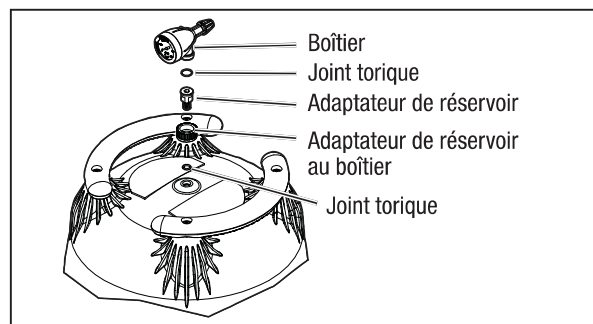

Figure 4. Ensemble manomètre/purgeur d'air
- a. Placer le joint torique plus petit et plus épais sur le filetage de l'adaptateur du réservoir, voir la Figure 4. Faire glisser l'adaptateur du réservoir à travers l'écrou d'accouplement, dans le réservoir du filtre. Utiliser les rondelles plates sur l'adaptateur du réservoir pour serrer. Ne pas trop serrer.